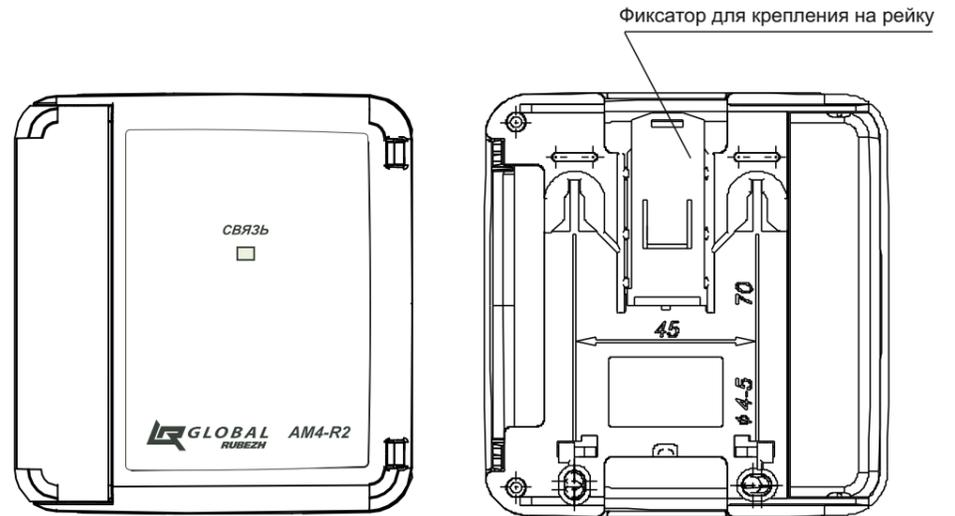

Рисунок 1
5.1 Адресные метки конструктивно выполнены в пластмассовом корпусе. Корпус состоит из двух частей – основания и крышки. Крышка имеет окно для индикатора СВЯЗЬ, расположенного на плате (рисунок 1).
5.2 В углублении основания вклеена этикетка, несущая маркировочную информацию (рисунок 1).
- б) смонтировать адресную метку на DIN-рейку или на стену, используя отверстия в основании (рисунок 1);